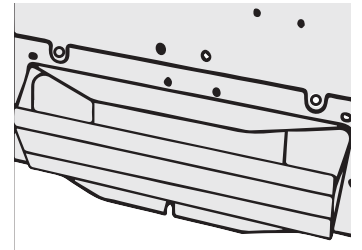

Figure 3
- À l'aide des vis fournies, fixez la ventilation/amortisseur rectangulaire sur le dessus ou à l'arrière de la hotte (voir figure 3).